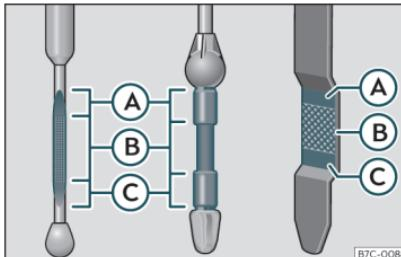

Fig. 215 Varilla de medición del nivel de aceite.
- A continuación, vuelva a extraerla y compruebe el nivel de aceite »» fig. 215. En caso necesario, reponga aceite del motor.
- Cuando el nivel de aceite alcance como mínimo la zona »» **fig. 215 (B)**, enrosque el tapón de la boca de llenado con cuidado »» **①**.
Si el nivel de aceite se encuentra por encima de la zona »» **fig. 215 (A)**, no arranque el motor. Puede causar daños en el motor y en el catalizador. Informe a un taller especializado.
El nivel de aceite no deberá estar en ningún caso por encima de la zona »» **fig. 215 (A)**. De no ser así, podría aspirarse aceite por el respiradero del cárter del cigüeñal y llegar a la atmósfera a través del sistema de escape.